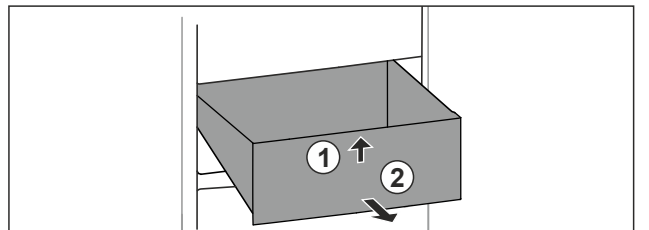

Fig. 56
- ▶ Підняти висувний ящик спереду. Fig. 56 (1)
- ▶ Вийняти висувний ящик рухом вперед. Fig. 56 (2)